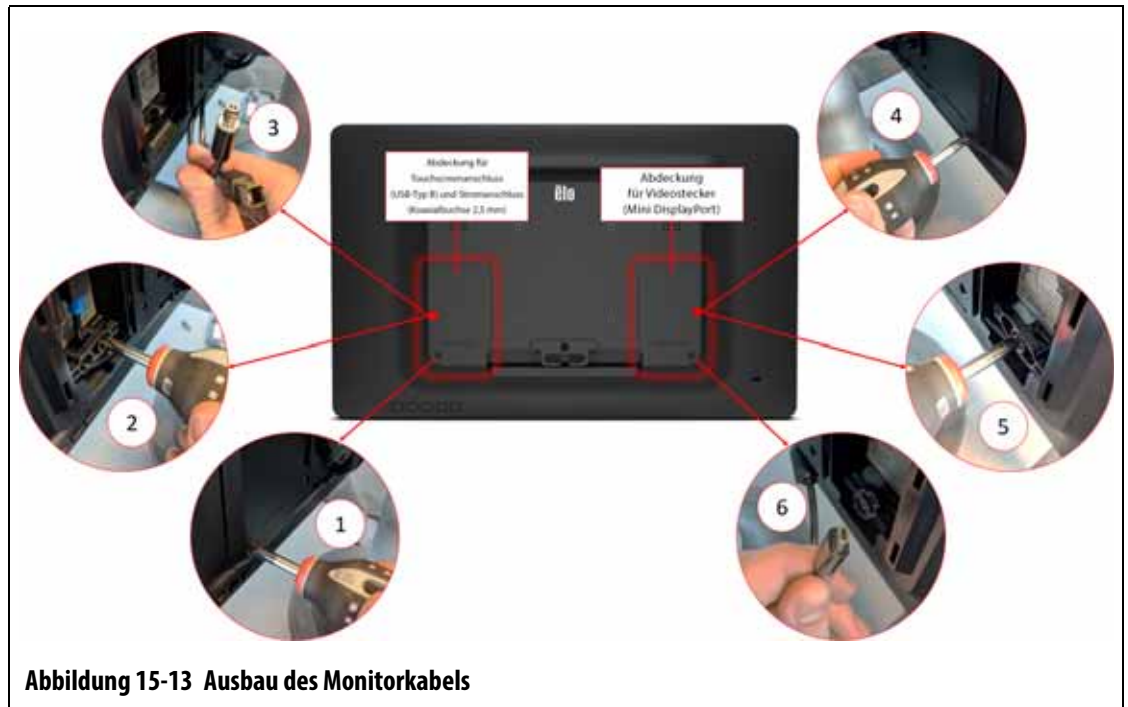

Abbildung 15-13 Ausbau des Monitorkabels
3. Suchen Sie auf der Rückseite des Touchmonitors auf der linken Seite die Abdeckung für den Touchscreen- und den Stromanschluss und entfernen Sie die Schraube, mit der sie gesichert ist, mit einem Kreuzschlitzschraubendreher Nr. 4. Weitere Informationen finden Sie unter Nummer 1 in Abbildung 15-13.
4. Nachdem die Abdeckung entfernt wurde, suchen Sie die Kabelhaltestange und entfernen Sie die Schraube, mit der sie gesichert ist, mit dem Schraubendreher Nr. 4. Weitere Informationen finden Sie unter Nummer 2 in Abbildung 15-13.
5. Nachdem der Kabelhaltebügel entfernt wurde, ziehen Sie vorsichtig am Touchscreen-Stecker (USB Typ B) nach unten, um ihn von seinem Anschluss zu trennen, und führen Sie den gleichen Schritt für den daneben liegenden Stromanschluss (Koaxialbuchse 2,5 mm) aus. Weitere Informationen finden Sie in Callout 3 in Abbildung 15-13.
6. Suchen Sie auf der Rückseite des Touchmonitors auf der rechten Seite die Abdeckung für den Touchscreen- und den Stromanschluss und entfernen Sie die Schraube, mit der sie gesichert ist, mit einem Kreuzschlitzschraubendreher Nr. 4. Weitere Informationen finden Sie in Callout 4 in Abbildung 15-13.
7. Nachdem die Abdeckung entfernt wurde, suchen Sie die Kabelhaltestange und entfernen Sie die Schraube, mit der sie gesichert ist, mit dem Schraubendreher Nr. 4. Weitere Informationen finden Sie in Callout 5 in Abbildung 15-13.
8. Nachdem der Kabelhaltebügel entfernt wurde, ziehen Sie vorsichtig am Video-Stecker (Mini DisplayPort) nach unten, um ihn von seinem Anschluss zu trennen. Weitere Informationen finden Sie in Callout 6 in Abbildung 15-13.